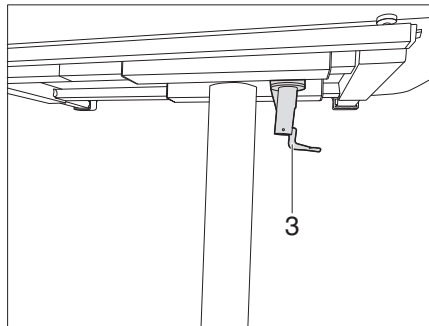

Bild 117 Lås fällbordet
- Vrid låsspaken (Bild 117,3) till höger. Lyftbordet är låst och kan inte längre förskjutas.